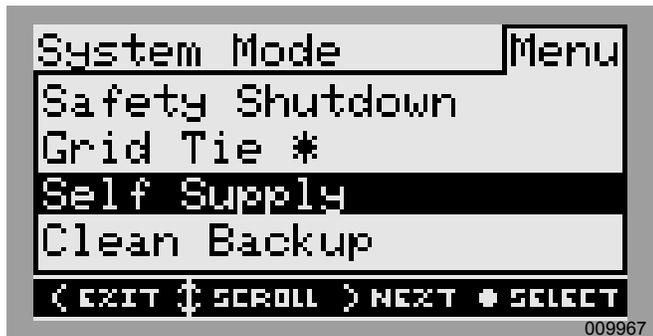

Figure 3-5. Sélectionner un mode de fonctionnement (3 sur 4)
3. Voir la **Figure 3-5**. Utiliser les touches fléchées haut et bas pour mettre le mode souhaité en surbrillance, puis appuyer sur la touche centrale pour le sélectionner.